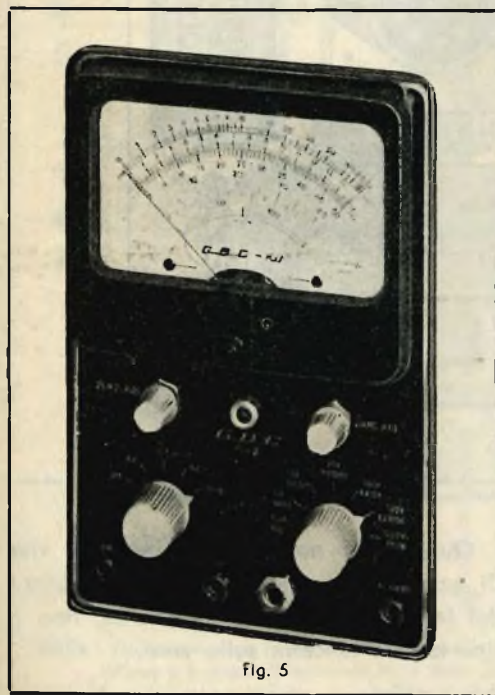

Fig. 5
- 1) Pannello principale porta strumento e comandi (vedi fig. 5).
Comprende, vedi fig. 5, il microamperometro, il potenziometro di bilanciamento per misure di resistenza e quello di azzeramento dell'indice dello strumento, il